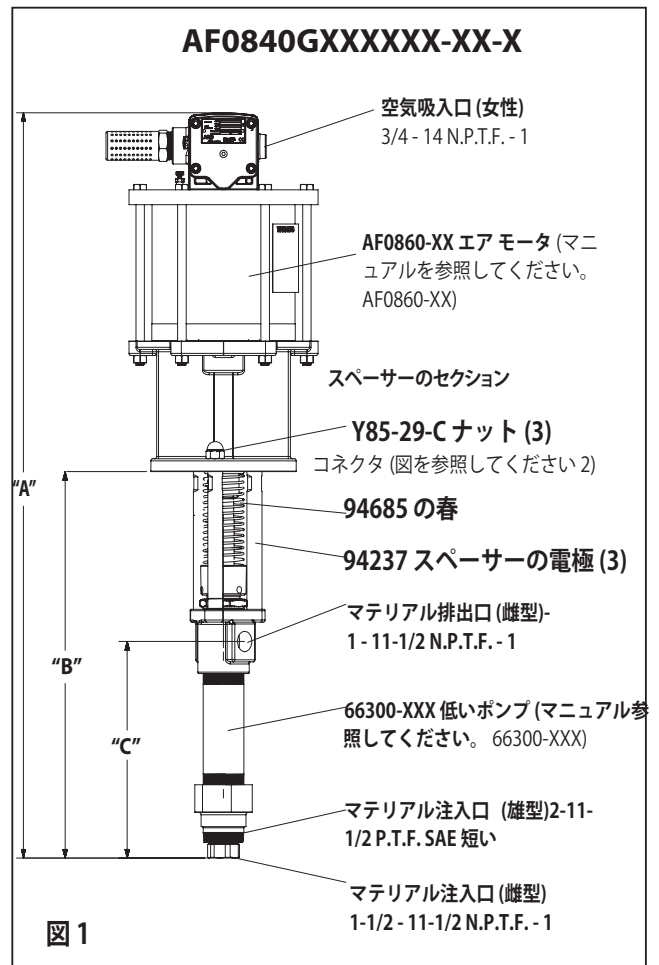

図 1
2. 从三个垫片棒删除三个螺母（Y85-29-C）（见图 1）。
2. 3 つの (Y85-29 C) ナット 3 スペーサー棒から削除します。(図 1 を参照)。